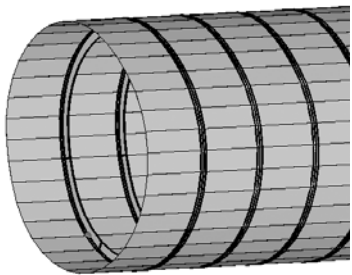
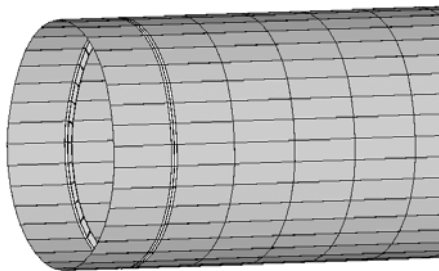

图 7-8 确定梁截面的摆放方向
图 7-9 创建该机身框位置上的 CBAR
- (1) 在模型浏览器中选中 `M_frame_T` 并右击, 然后选择 `Make Current`。
- (2) 选择 `1D>bars>bar2`。
- (3) 单击 `property=`, 选择 `frame_T`。
- (4) 单击 `elem types=`, 选择 `CBAR`。
- (5) 在 `orientation` 下拉菜单选择 `vector>y-axis`, 确定梁截面的摆放方向。
- (6) 把视图调整到如图 7-8 所示角度, 使得 T 形截面框在图形区域左边。
- (7) 在左端面的第二排节点处创建梁单元, 该节点处也就是几何框的摆放位置处。
- (8) 确保 `node A` 已经激活, 选择左端面第二排的任一节点, 然后激活 `node B`, 选中与 `node A` 节点顺时针方向相连的节点, 此时自动生成一个 `CBAR` 单元。
- (9) 创建下一个 `CBAR` 单元, 以上一步的 `node B` 节点为新的 `node A` 节点, 以上一步 `node B` 节点顺时针方向相连的节点为新的 `node B` 节点, 此时生成第二个 `CBAR` 单元。
- (10) 按照 (8) ~ (9) 步所述的方法创建该机身框位置上其他的 `CBAR`, 直到该位置上的 `CBAR` 单元首尾相连成一圈, 如图 7-9 所示。